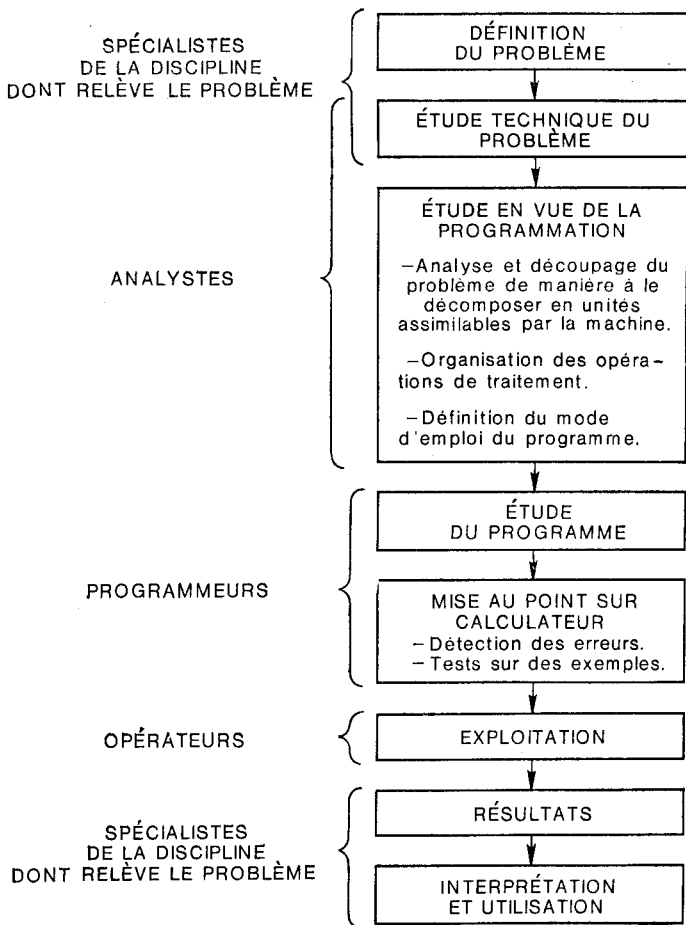

Fig. 7. Schéma de la mise d'un travail sur l'ordinateur
Les ordinateurs ont conduit à la création de nouvelles catégories de professionnels (voir la *fig.7*). On peut distinguer cinq catégories :
Pratiquement, les différentes phases de réalisation d'un programme, ou si l'on veut la mise d'un travail sur ordinateur, sont les suivantes (*fig.7*) :
5. En utilisant la *fig. 7*, exposez l'ordre de la mise d'un travail sur ordinateur.